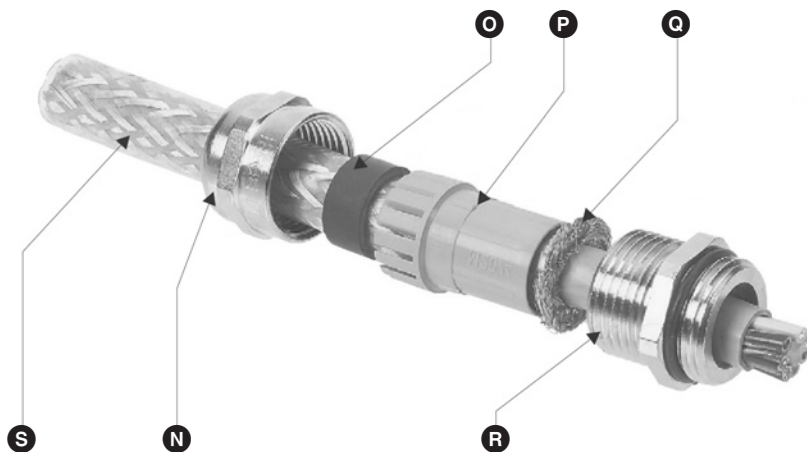

Рис. 10
3. Открутите колпачковую гайку **N** кабельного ввода и извлеките лепестковый фиксатор **P**, **Рис. 10**.